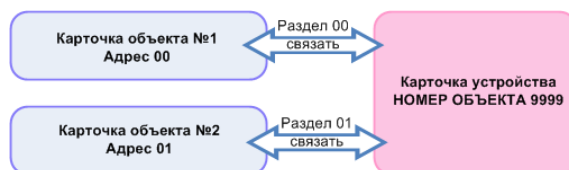

Рис. 7.2. Связывание объекта и устройства при работе в формате Contact ID
- в качестве номера раздела, указываемого при связывании карточки устройства и объекта, необходимо ввести адрес объектового устройства, передающего извещения в формате Contact ID (рис. 7.2).